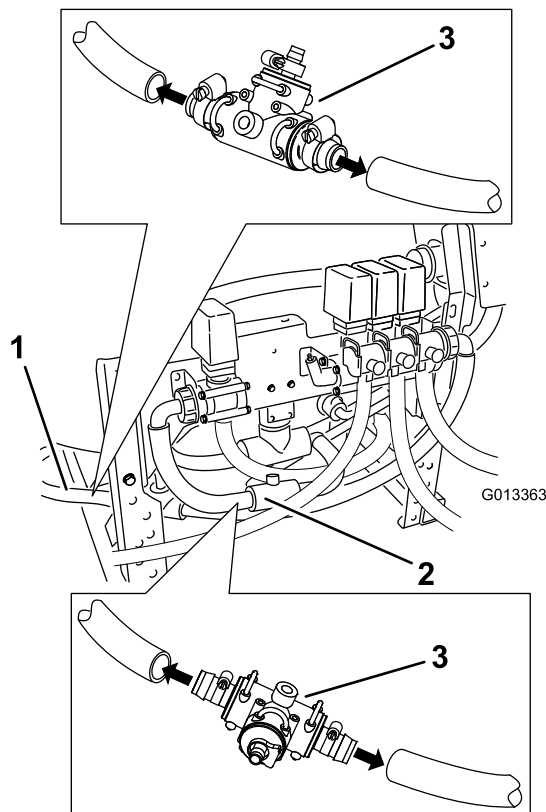

Figura 19
9. Corte la manguera de derivación en el punto intermedio entre las válvulas de los brazos y el depósito (Figura 19).
10. Usando jabón líquido en la sección dentada, introduzca un acoplamiento en T S53 entre las dos mitades de la manguera y fíjelo usando 2 abrazaderas grandes (Figura 19).